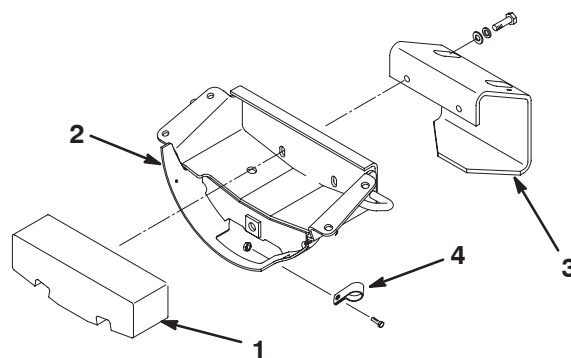

Figure 4
1. Retirez les 2 vis (1/2 x 3/4"), les rondelles-freins et les rondelles plates qui fixent la masse arrière au support de pont (Fig. 4).